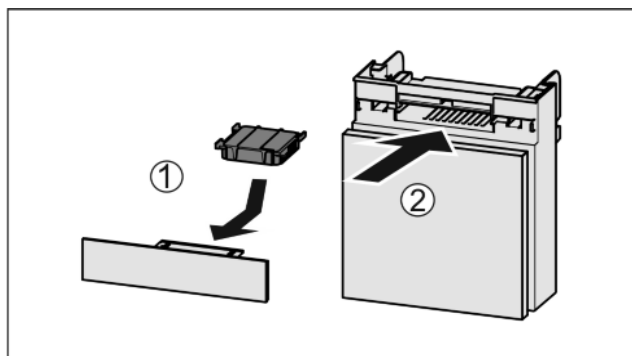

Fig. 50
- ▶ Aktivni ogljeni filter vstavite Fig. 50 (1) skladno s prikazom na sliki.
- ▶ Predal potisnite noter Fig. 50 (2).